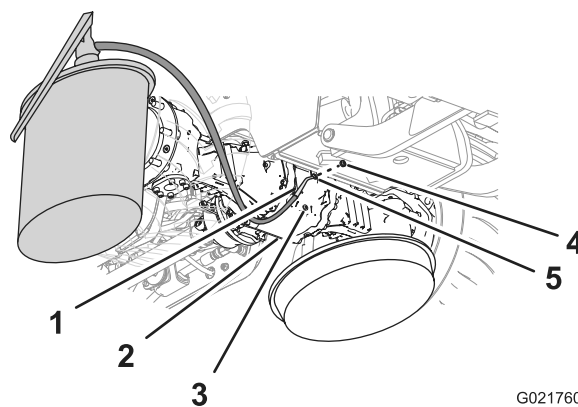
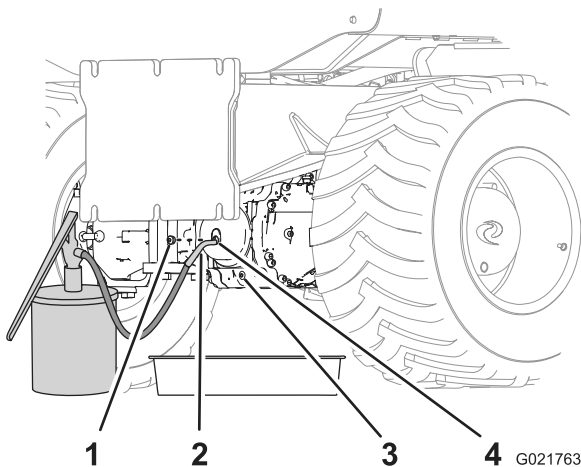

Рисунок 68
Рисунок 69
5. Установите одну из пробок в сливное отверстие (Рисунок 68 и Рисунок 69).
- Залейте масло указанного типа в картер ведущей шестерни через смотровое отверстие, пока масло не будет на уровне резьбы в нижней части отверстия (Рисунок 68 и Рисунок 69).
- Установите другую пробку в смотровое отверстие картера ведущей шестерни (Рисунок 68 и Рисунок 69).